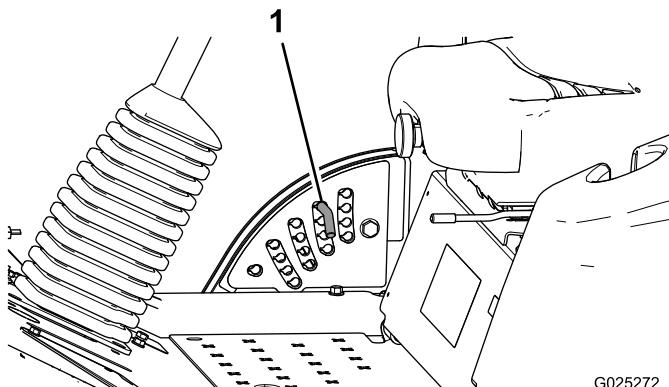

Figura 2
2. Para ajustar, gire el pasador hasta que el nervio quede alineado con la ranura del taladro del soporte de altura de corte, y retire el pasador (Figura 2).
3. Seleccione un taladro del soporte de altura de corte que corresponda a la altura de corte deseada, inserte el pasador y gírelo para bloquearlo en esa posición (Figura 2).
Nota: Hay cuatro filas de taladros (Figura 2). La fila superior corresponde a la altura de corte impresa encima del pasador. La segunda fila corresponde a la altura impresa más 6 mm. La tercera fila corresponde a la altura impresa más 13 mm. La fila inferior corresponde a la altura impresa más 19 mm. Para la posición de 127 mm, hay un solo taladro, situado en